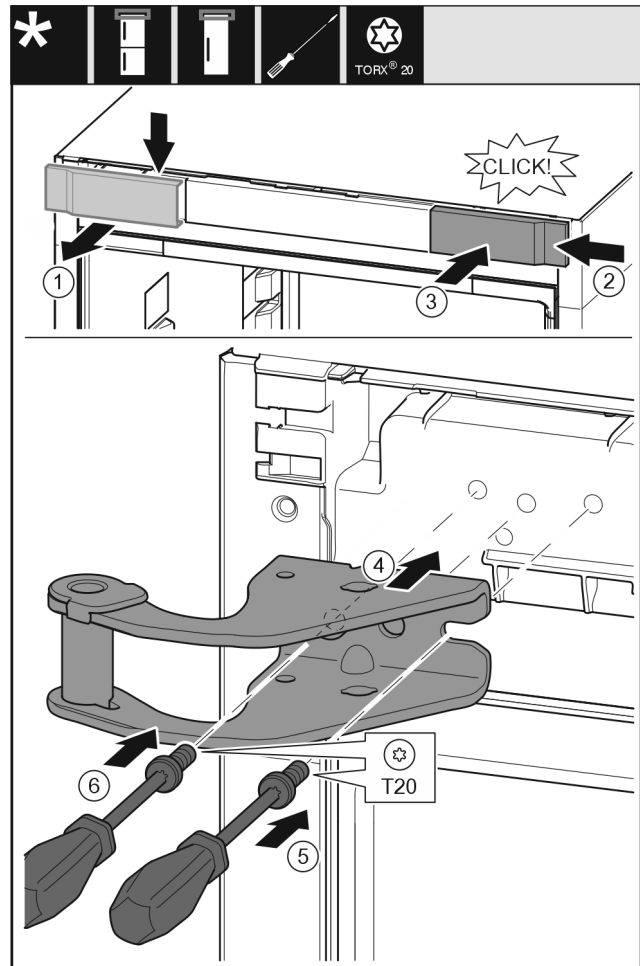

Fig. 15
- ▶ 从上方朝前取下盖板。 Fig. 15 (1)
- ▶ 将盖板旋转 180° 至另一侧从右边挂上。 Fig. 15 (2)
- ▶ 卡入盖板。 Fig. 15 (3)
- ▶ 装上上方的托架。 Fig. 15 (4)
- ▶ 用 T20 螺丝刀放上并旋紧螺钉。 Fig. 15 (5)
- ▶ 用 T20 螺丝刀安装并旋紧螺钉。 Fig. 15 (6)